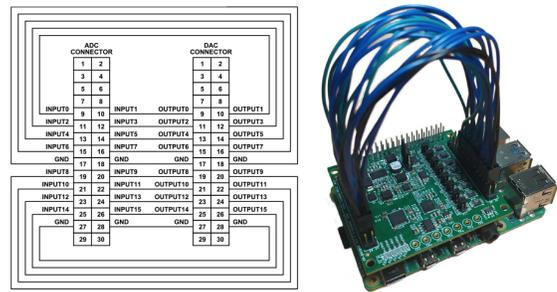

图 15. 具有环回连接的 EVAL-CN0554-RPIZ 测试设置
3. 使用母对母环回跳线连接 ADC 输入和 DAC 输出通道, 如图 15 所示。